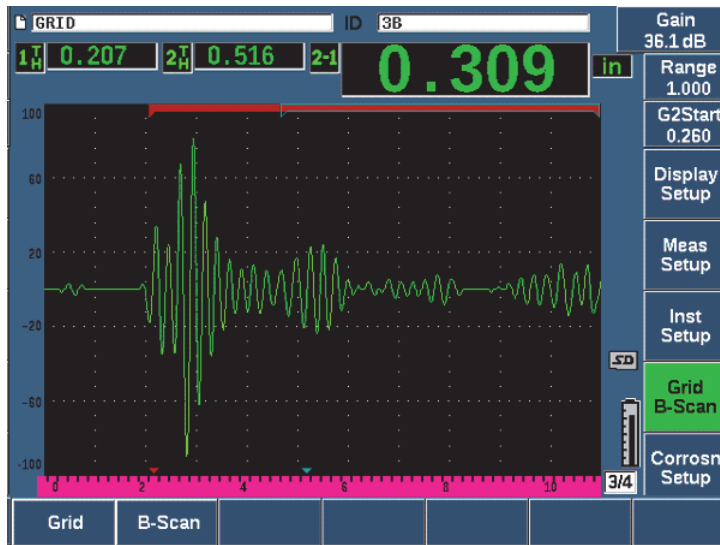

Figure 11-44 Menu B-scan
1. Accédez au menu **B-Scan** (groupe 3/4) illustré à la Figure 11-44 à la page 313.